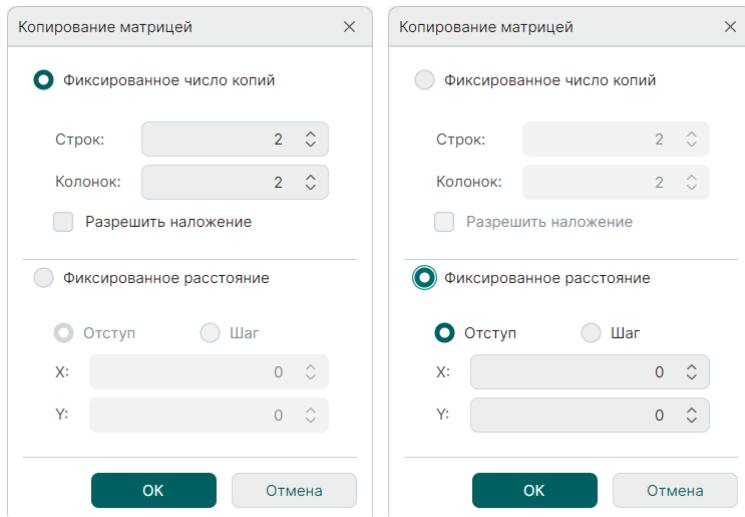

Рис. 210 Настройка параметров при копировании объектов матрицей
3. Установите необходимые параметры копирования в появившемся окне «Копирование матрицей» см. Рис. 210: